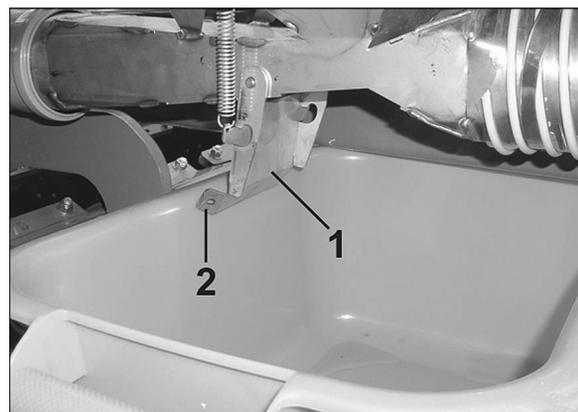

Fig. 87
8. Injektorschleusenklappe (Fig. 87/1) öffnen.
beim Öffnen und Schließen der Injektorschleusenklappe (Fig. 87/1)!
Injektorschleusenklappe nur an der Lasche (Fig. 87/2) anfassen, sonst besteht Verletzungsgefahr beim Zuschlagen der federbelasteten Injektorschleusenklappe (Fig. 87/1).
Niemals mit der Hand zwischen Injektorschleusenklappe (Fig. 87/1) und Injektorschleuse fassen!
10. Die Injektorschleusenklappe (Fig. 87/1) mit besonderer Vorsicht schließen (Quetschgefahr!).
12. Die Injektorschleusenklappe (Fig. 87/1) öffnen.